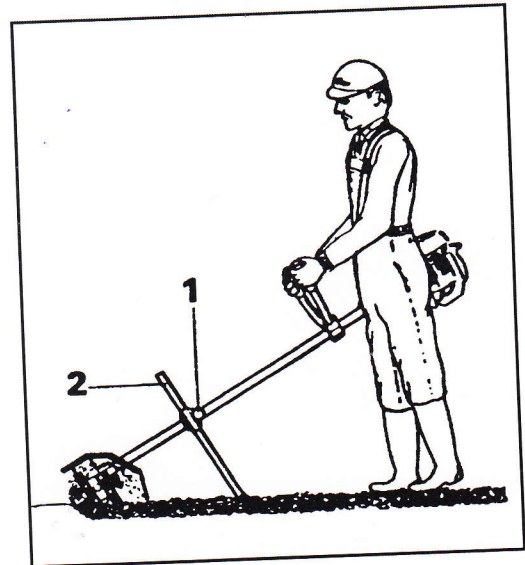

Fig. 4
**ACHTUNG!** - Was Bedienung, Einstellung und Wartung des Motors anbetrifft, beachten Sie die **Anweisungen der Bedienungsanleitung Ihres (Motorsense)**. Der Führungsdorn ist notwendig, um sowohl den Kultivator als auch seine Arbeitstiefe unter Kontrolle zu halten. Durch eine genaue Einstellung des Dornes (2) erreichen Sie eine völlige Kontrolle der Maschine ohne jegliche Mühe.
**GEBRAUCH (Abb. 4):** Passe Sie den Gurt nach Bedarf an (siehe **Betriebsanleitung für Motorsense**). Stellen Sie die Höhe des Dornes (2) mit Hilfe des Knopfes (1) ein: Das Ende des Dornes sollte den Boden berühren. Langsam vorwärtsgehen und die Fräse dabei vor- und rückwärts bewegen.
**ATENCIÓN!** - Para usarlo, regulación y mantenimiento del motor, vea el **manual de instrucciones de la desbrozadora**. La reja (2) es necesaria para poder controlar la profundidad de labrar con el cultivador. Una buena regulación de la reja (o espolon) permitira un buen control total de la máquina sin esfuerzo.
**UTILISACION (Fig. 4):** regule el cinturón y bandolera a su cuerpo (vea el **manual de la desbrozadora**). Regule la altura de la reja (o espolon) mediante el pomo (1), la parte inferior de la reja debe tocar el terreno. Camine lentamente, mueva el cultivador hacia adelante y atrás.
**LET OP!** - Voor het gebruik, de afstellingen en het onderhoud van de motor dient u zich te houden aan **de instructies die zijn aangegeven in de handleiding voor gebruik en onderhoud van uw bosmaaier**. Het mes (2, Fig.4) is noodzakelijk voor de controle van de beweging van de cultivator en de controle van de werkdiepte. Als het mes goed is afgesteld, zult u de machine zonder krachtsinspanning volledig onder controle kunnen houden.
**GEBRUIK (Fig.4):** maak de draagriemen op maat voor uw lichaam (zie **handleiding voor gebruik en onderhoud van de bosmaaier**). Regel met behulp van de knop (1) de hoogte van het mes (2). Loop met kleine passen vooruit en verplaats de cultivator naar voren en naar achteren.